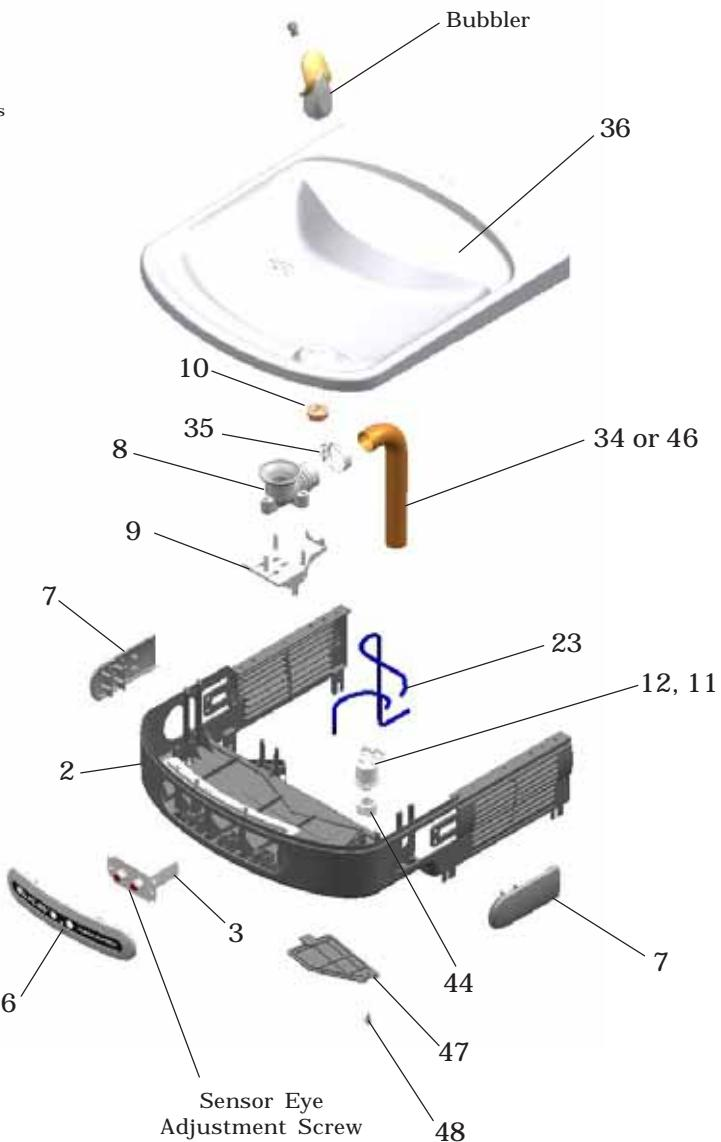

FIG. 3
- Using a small tip screwdriver, locate range adjustment screw through the small hole between the sensor lenses (See Page 1.) Turn this screw clockwise to increase range and counterclockwise to decrease range (See Fig. 3).
- Usando un desatornillador con punta pequeña, gire el tornillo de un lado a otro pequeña agujero entre la ver ventana. de ajuste de límites en el sentido de las manecillas del reloj para aumentar el límite y en sentido contrario de las manecillas del reloj para reducir el límite (Vea Fig. 3).
- A l'aide d'un petit tournevis à pointe, effectuez une rotation de la vis de réglage à traverser le petit trou entre voir fenêtre dans le sens des aiguilles d'une montre afin d'augmenter la portée, et dans le sens inverse pour la diminuer. (Voir Fig. 3).